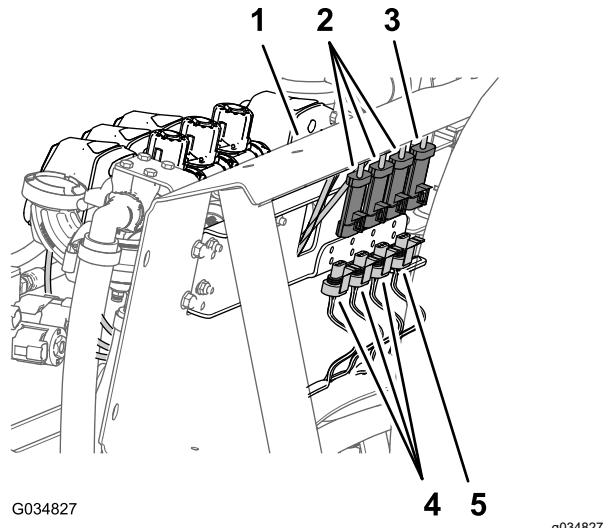

Рисунок 23
- В задней части крепления коллектора отсоедините 3-гнездовой разъем от клапана перемешивания и 3-гнездовые разъемы от 3 клапанов секций стрелы (Рисунок 23).